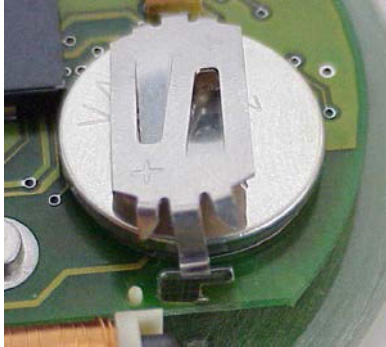

Bild 2
3. Die Batteriebügel vorsichtig aus der Platine lösen (Bild 2).
5. Die neuen Batterien einsetzen; der Pluspol muss hierbei nach oben schauen (Bild 2). Bitte die neuen Batterien nur mit sauberen fettfreien Handschuhen oder ähnlichem berühren.